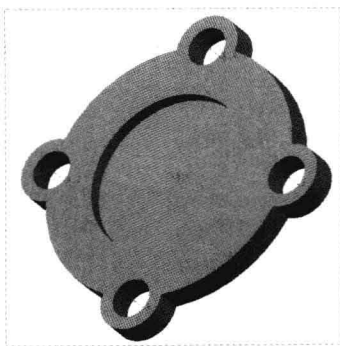

图 4-21 创建法向基准轴
Step 04 执行操作后,单击“确定”按钮,此时系统自动命名为 A_7,在绘图区的空白位置单击鼠标左键,即可创建法向基准轴,如图4-21所示。